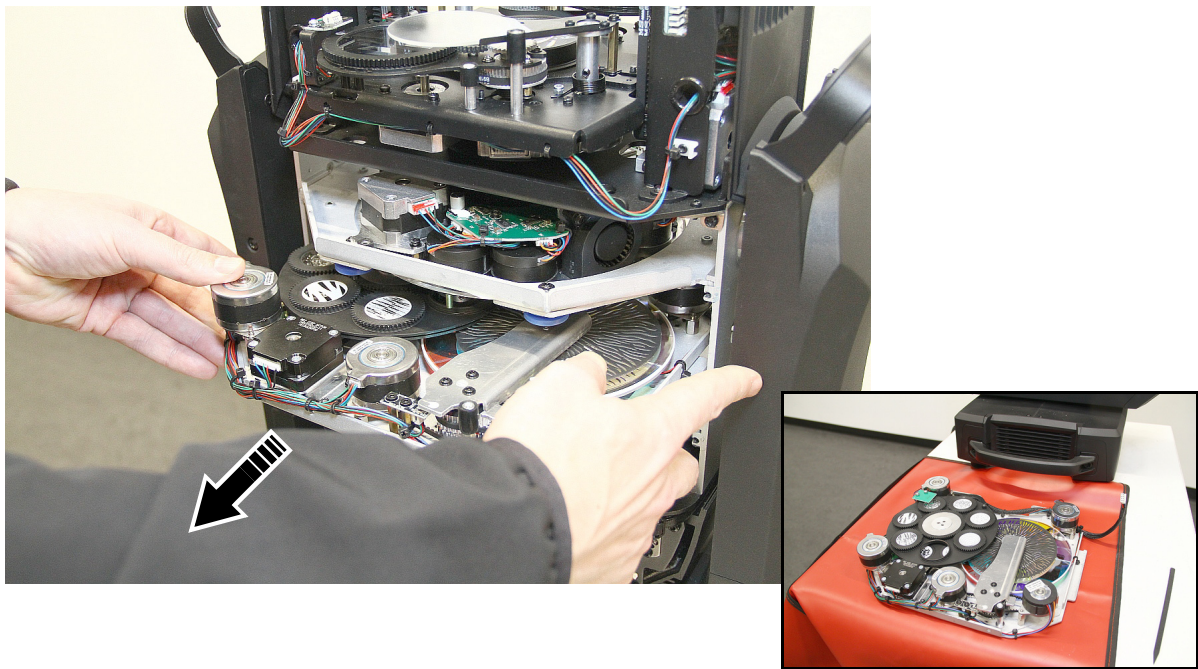

Bild 14: Entfernen des Effektmoduls
- Siehe Bild 14. Schieben Sie das Effektmodul vorsichtig aus dem Kopf. Wenn sich Kabel oder Komponenten verfangen, insbesondere auf dem Modul oben, bewegen Sie sie aus dem Weg.